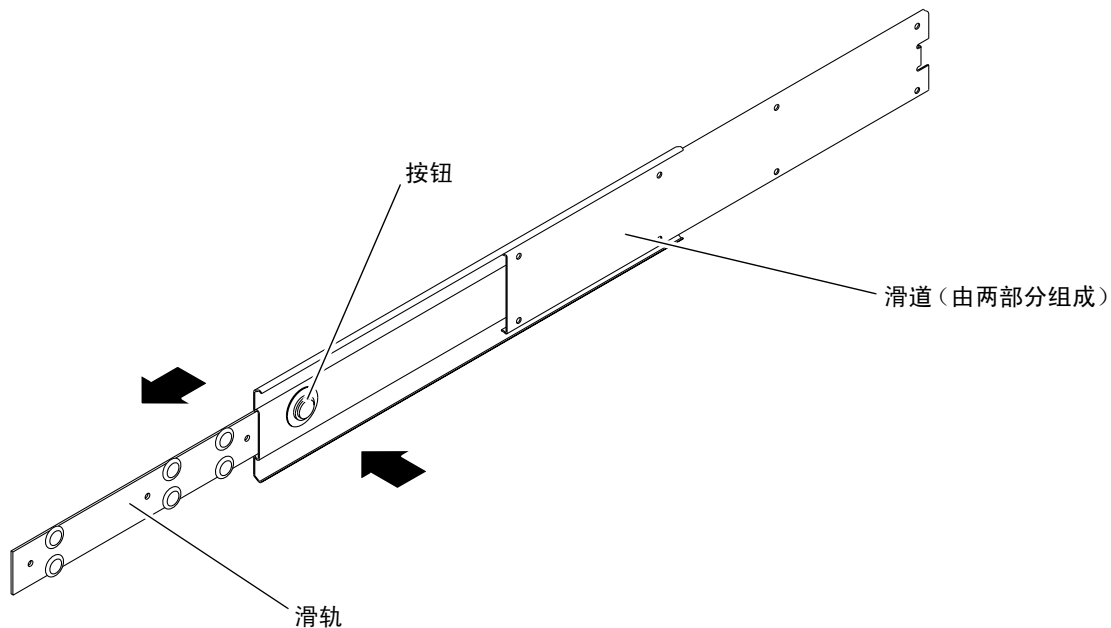

图 3-8 拆解滑道
4. 按下滑道上的按钮，将滑轨从滑道中完全抽出（图 3-8）。